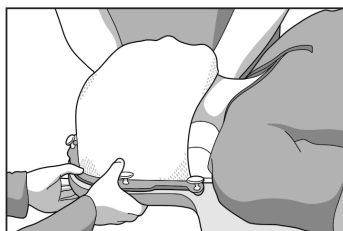

Рис. 3
5. Растяните маску по поверхности лица на 15—20 см (6—8 дюймов), опустив ее концы к устройству (рис. 3).